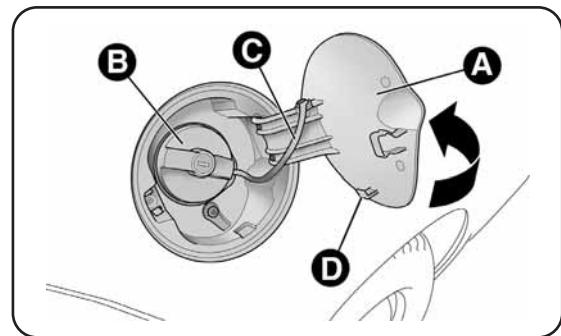

fig. 81
- 1) Ouvrir la trappe A-fig. 81 en la tirant vers l'extérieur; sans bouger le bouchon B, introduire la clé de contact dans la serrure et la tourner dans le sens inverse des aiguilles d'une montre.